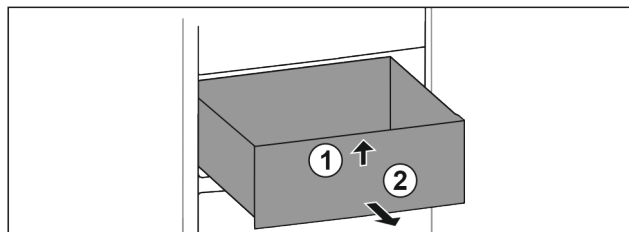

Fig. 15
- Tõstke sahtel eest üles. Fig. 15 (1)
- Võtke sahtel ettepoole välja. Fig. 15 (2)